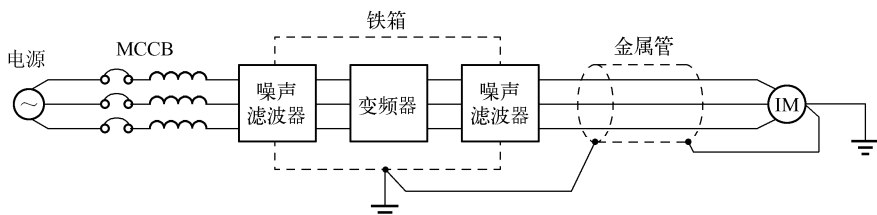

图 4-12 无线电干扰防止措施
⑥ 无线电干扰防止措施。不单是输入输出线，从变频器主体也会放射无线电干扰。在输入侧和输出侧两边都设置噪声滤波器，变频器主体也设置在铁箱内进行屏蔽，这样能减轻无线电干扰。所以尽量缩短变频器和电动机间的接线距离，如图 4-12 所示。